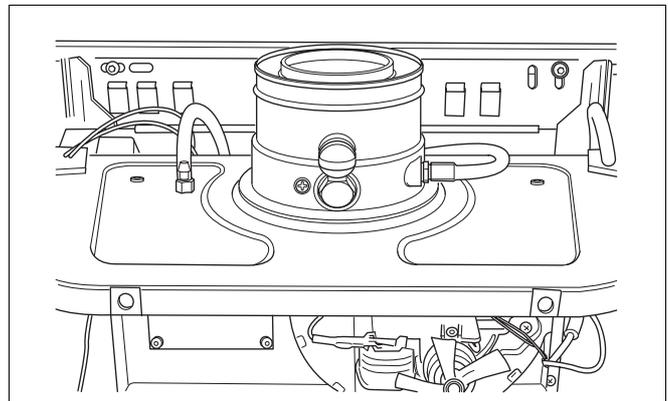

Abb. 8 Konzentrischer Luft-/ Abgasanschluss
- Abgasanschlussstück (Abb. 8) entfernen (3 Blechschrauben), und Schlauch zum Luftdruckschalter lösen.